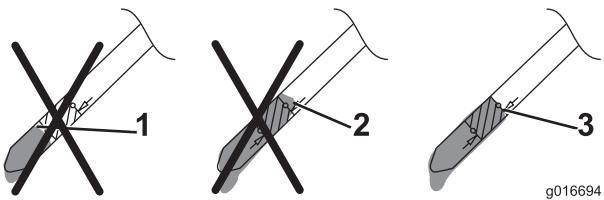

Figure 13
5. Observez le niveau d'huile indiqué par la jauge (Figure 13).
- Si le niveau n'atteint pas le niveau correct, versez lentement une petite quantité d'huile dans le goulot de remplissage, attendez 3 minutes puis répétez les opérations 3 à 5 jusqu'à ce que le niveau d'huile soit correct, comme montré à la Figure 13.